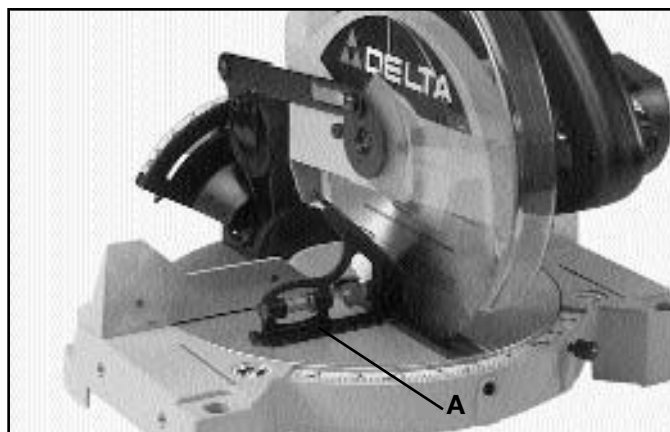

Fig. 21
2. Ajuste el brazo de corte de tal manera que la hoja esté a 90 grados de la mesa, como lo ilustra la Fig. 21, y apriete la agarradera de cierre de biselado.
3. Utilizando una escuadra (A) Fig. 21, coloque un extremo de la escuadra sobre la mesa y el otro extremo contra la hoja. Revise que la hoja esté a 90 grados de la mesa, como se ilustra aquí.